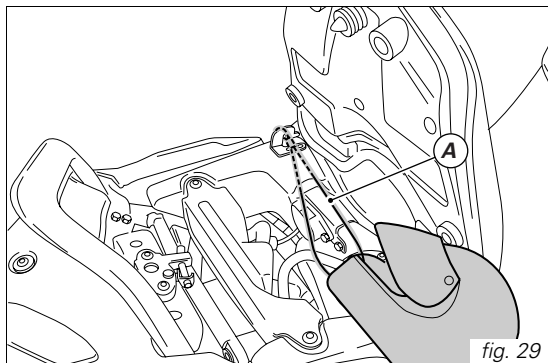

fig. 29
Sous la selle passager se trouve le crochet pour la lanière de fixation du casque. Faire passer la lanière (A) dans le casque et introduire ses extrémités dans le crochet. Laisser pendre le casque du côté gauche de la moto (fig. 29) et remonter la selle pour le fixer.